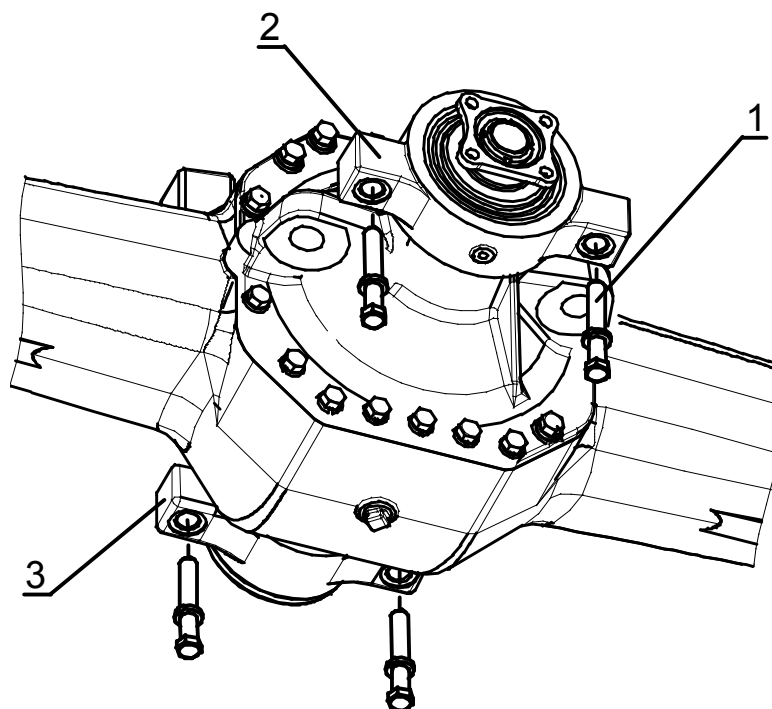

Рис.5.4
- 3) отверните четыре болта (1), (рисунок 5.4,) крепления бугелей (2) и (3) к раме трактора;